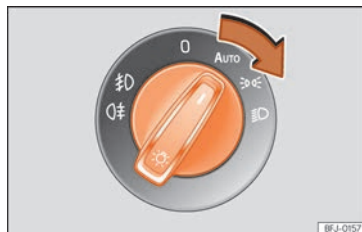

Abb. 71 Instrumententafel: Lichtschalter.
- Schalten Sie die Zündung ein und stellen Sie den Lichtschalter in die gewünschte Position » » (Abb. 71):